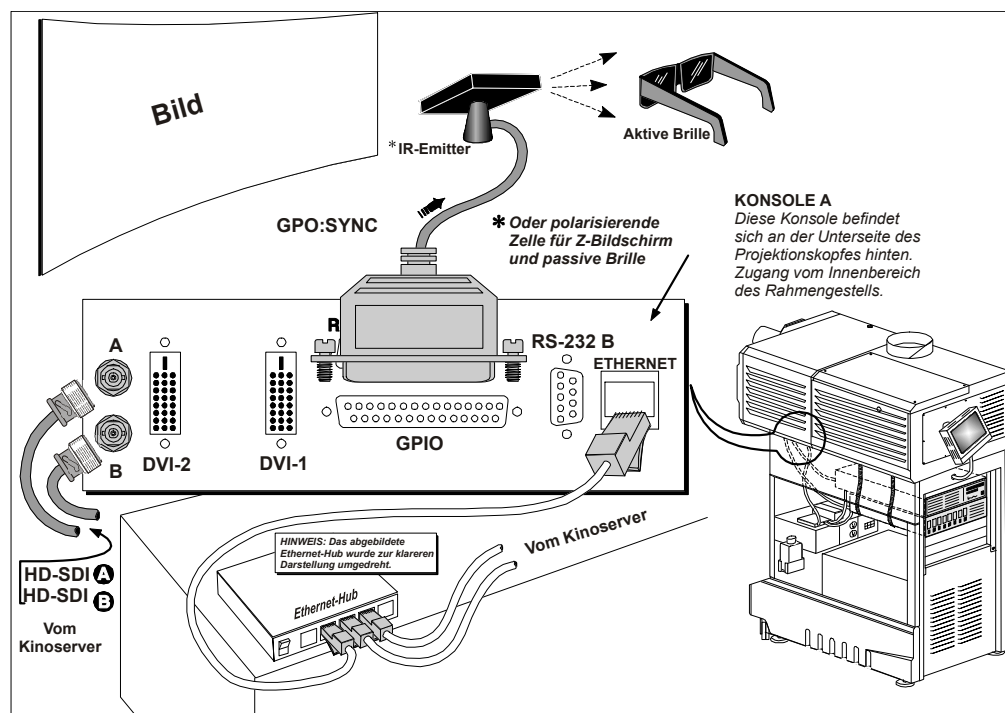

Abbildung 2-5 Typisches Dual-Input 3D-System (CP2000 mit aktiver Brille)
- Entsprechende 3D-Konfiguration, definiert im TPC-Menü **Custom: 3D Control** (Benutzerdefiniert: 3D-Steuerung). Um optimale Ergebnisse zu erzielen, verwenden Sie das interne 3D-Testmuster (siehe *Abbildung 2-5*).
Abbildung 2-5 zeigt die allgemeine Konfiguration der Hardware, die derzeit unterstützt wird. Verwenden Sie entweder einen IR-Emitter zur Steuerung des Ausblendens in aktiven Brillen oder eine polarisierende Zelle für Z-Bildschirm und passive Brille.
Beide eingehenden Bildraten sind eventuell zu gering für eine flimmerfreie 3D-Anzeige und müssen innerhalb des Projektors für eine mindestens 96-Hz-Ausgabe erhöht werden. Eine typische HD-SDI-Frequenz von 24 Hz erreicht auch bei L/R-Kombination nur eine Frequenz von 48 Hz (siehe **Abbildung 2-5**). Im **Custom: 3D Control**-Menü (Benutzerdefiniert: 3D-Steuerung) können Sie das gewünschte **Frame Rate N:M**-Bildformat oder die Anzahl der Vollbilder, die nach Vollbildanzahl für komplette Daten angezeigt werden, festlegen. Eine 6:2-Einstellung erstellt beispielsweise sechs Vollbilder aus zwei Eingängen (=144 Hz). Die erhaltene Vollbildfrequenz darf die im Projektor maximal mögliche Vollbildfrequenz mit 24-Hz-Vollbild der eingehenden Signale mit einem maximalen Faktor von 5:2 nicht überschreiten.